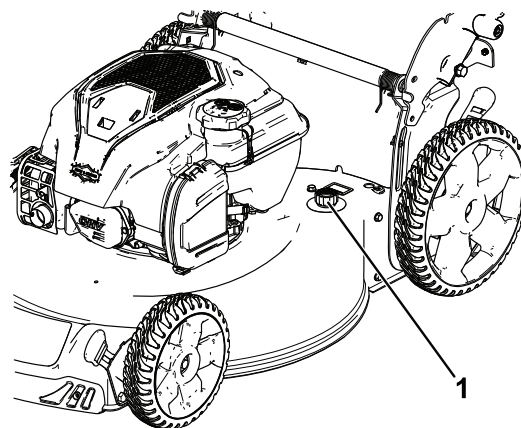

Figura 22
4. Conecte una manguera de jardín que esté conectada a un grifo al orificio de lavado (Figura 22).